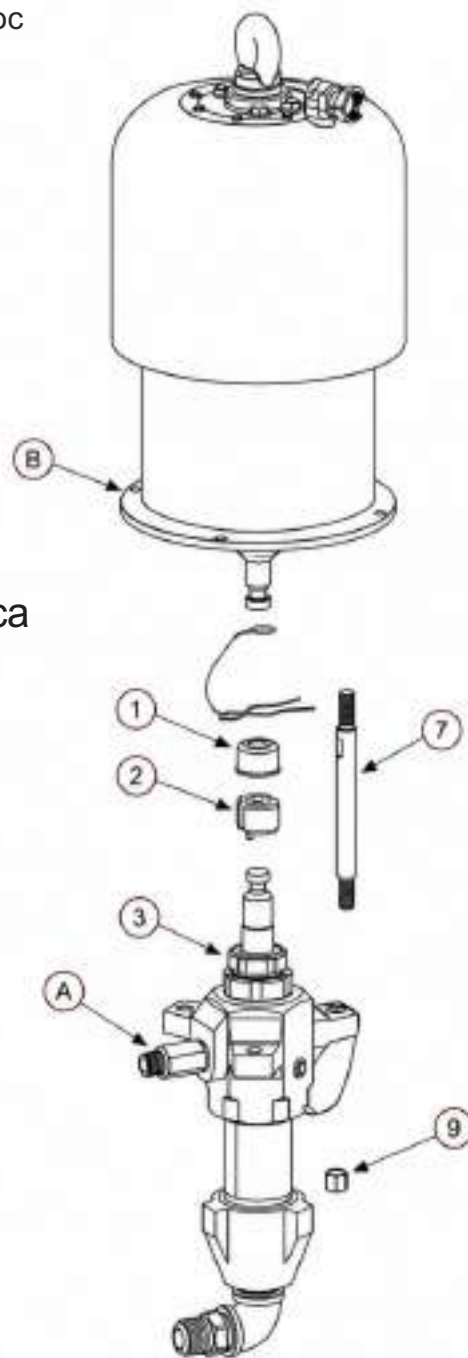

Рисунок 8
- 3 Открутите накидную гайку(1) со штока поршня пневматического двигателя. Будьте осторожны, чтобы не потерять две муфты(2), когда будете откручивать гайку.
- 4 Открутите контргайки стяжных шпилек (9) со стяжных шпилек (7). Осторожно отсоедините поршневой насос от пневмодвигателя. См. рис. 8.
- 1 Совместите выход жидкости насоса (A) с выходом жидкости (B). Установите поршневой насос на стяжные шпильки (7). См. рис. 8
- 2 Убедитесь, что соединители (2) находятся внутри соединительной гайки (1). Плотнo накрутите накидную гайку на поршневой шток пневматического двигателя. Ослабьте контргайку (9) на стяжных шпильках (7).
- 4 Равномерно затяните контргайки стяжных шпилек (9) и затяните с моментом 40-50 фунт-футов (54-68 Н-м).
- 5 Затяните гайку (1) с моментом 145-155 фунт-футов (195-210 Н-м).
- 7 Затяните уплотнительную гайку / стакан для TSL (3), так чтобы она плотно прилегала. Наполните стакан для TSL наполовину жидкостью для уплотнения горловины или совместимым растворителем.